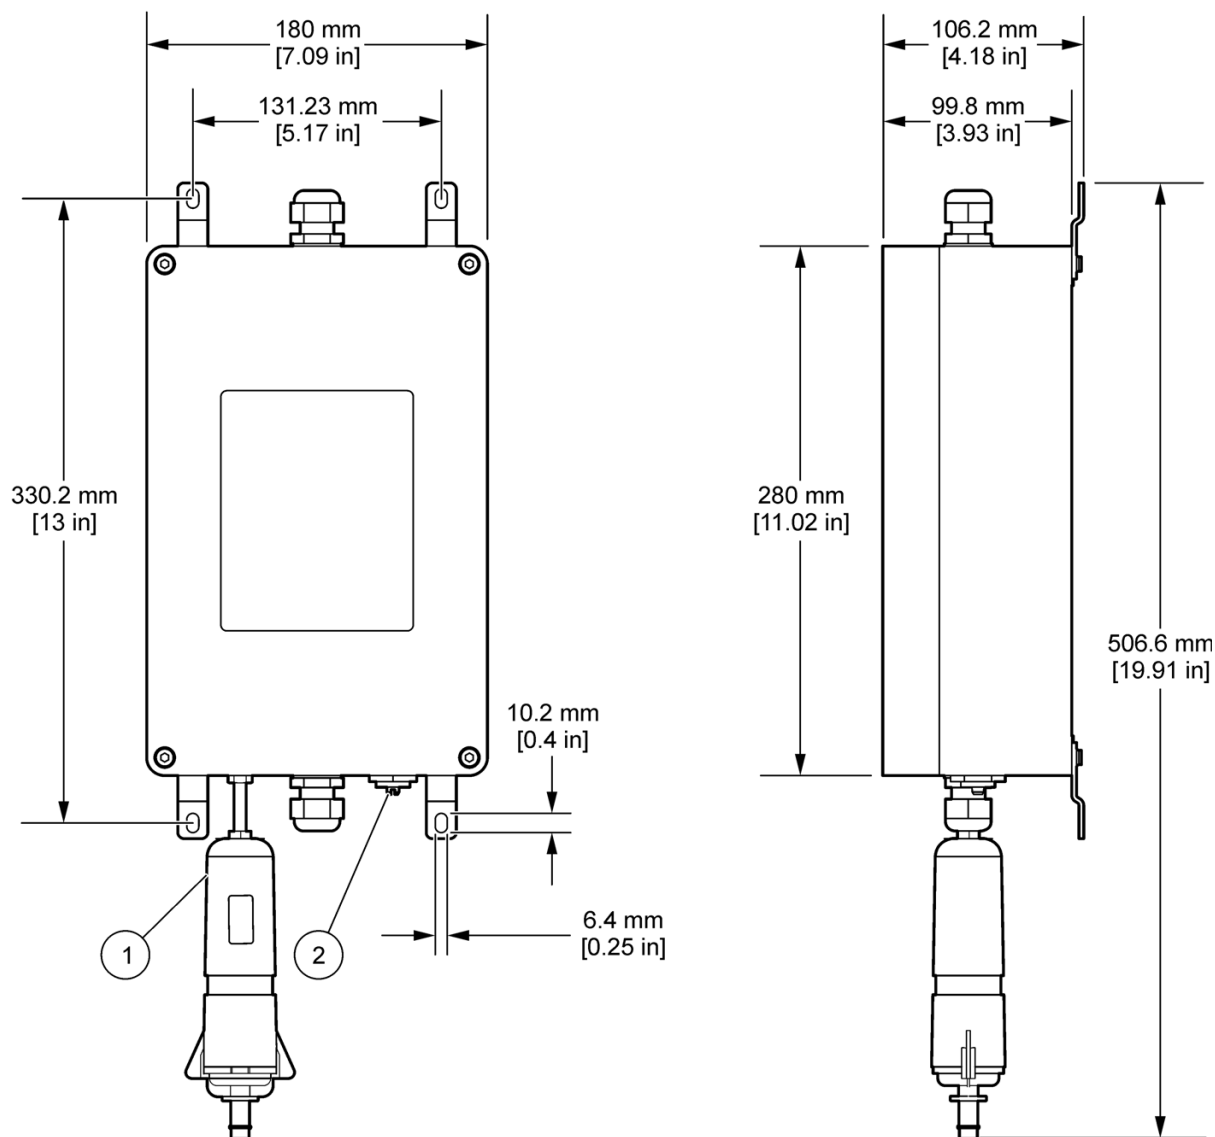

Figure 2 Dimensions de la barrière
1. Installez la barrière sur une paroi dans un environnement non dangereux (Figure 2 à la page 11).
11. Raccordez une mise à la terre de protection à la borne de masse sur la barrière Figure 2 à la page 11 à l'endroit où le code ou les autorités locales autorisent ou requièrent un tel raccordement. Si nécessaire, utilisez un fil de cuivre AWG 9 ou plus long.